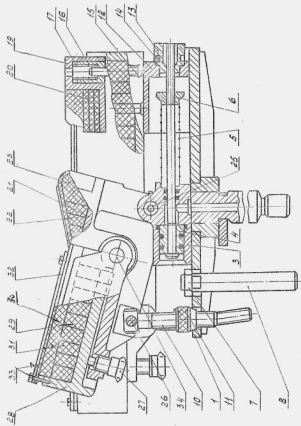

Рис. 1
5.1. Общие сведения об устройстве комплекта подушек (рис. 1, 2)